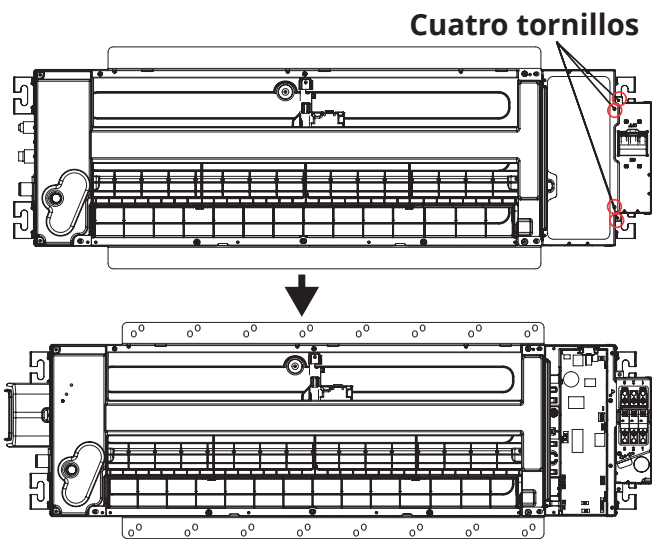

Fig. 5.8
- Retire los cuatro tornillos que se muestran en la imagen a continuación. Quitarlos le permitirá abrir y acceder a la caja de control interior y a la caja de disyuntores (Ver la Fig. 5.8).